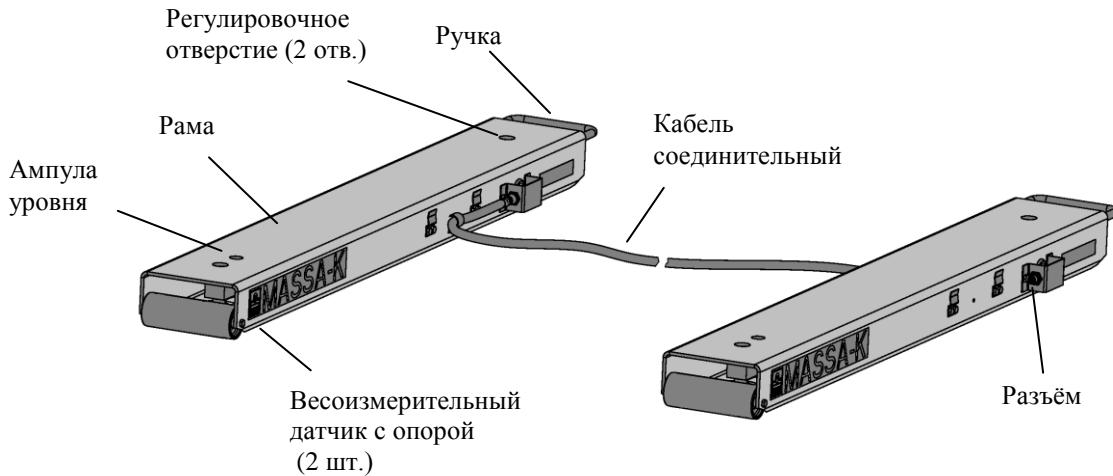

Рис. 7.1 - Модуль взвешивающий 4D-B_
7.1.1 Модуль состоит из двух однотипных рам с весоизмерительными датчиками (Рис. 7.1).
- 7.2.1 Распакуйте модуль. Выньте заглушки из регулировочных отверстий (Рис. 7.1).
- 7.2.7 Подключите к рамам соединительный кабель (Рис. 7.1).